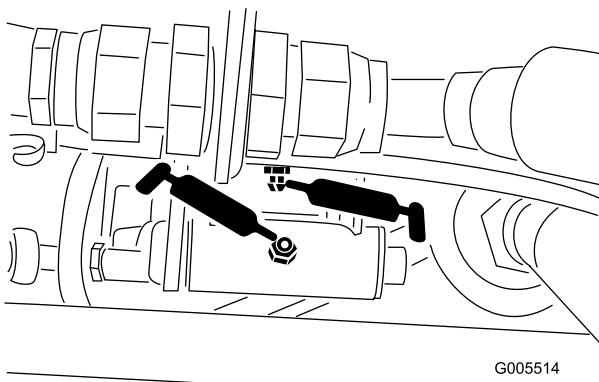

**Figura 38**
- Eixo e cilindro da estrutura de apoio (12) (Figura 38)